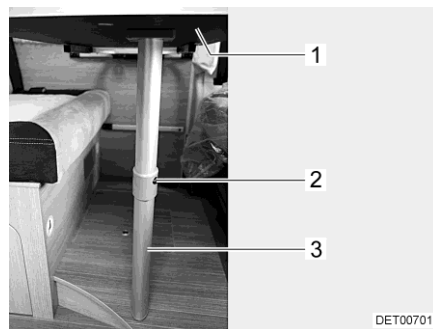

Bild 71 Sängstomme
- Lyft upp bordsskivan (Bild 71,1) något framtill.
- Tryck på låsknappen (Bild 71,2) och fäll upp den nedre delen av det ledade stödbenet (Bild 71,3) 90°.